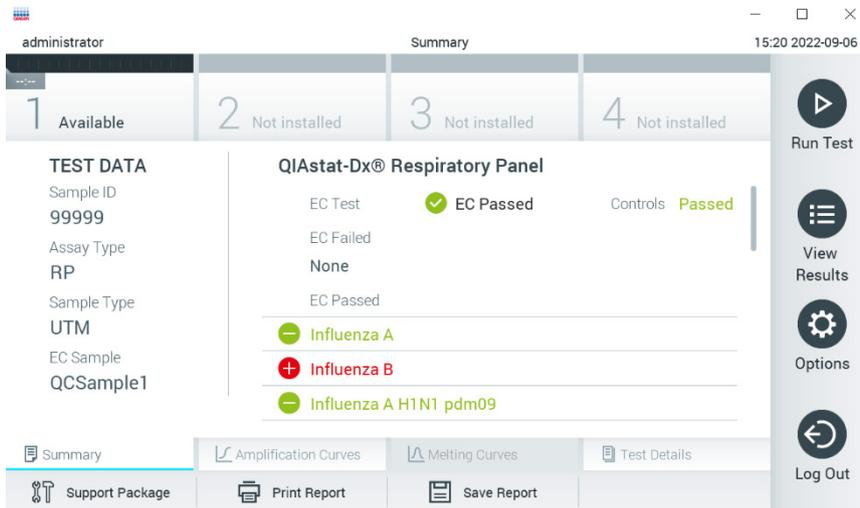

Figura 97. Schermata EC Results Summary (Riepilogo risultati EC).
12. Dopo l'espulsione della cartuccia d'esame QIAstat-Dx, comparirà la schermata Summary (Riepilogo) (Figura 97). Per ulteriori informazioni, consultare il paragrafo 8.3.